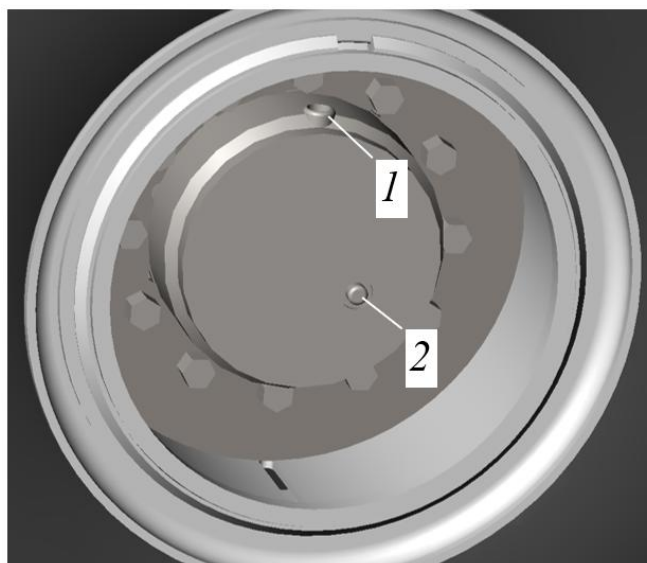

Рисунок 5.64. Положение редуктора для контроля уровня масла
- Двигая машину назад и вперед установить колесный редуктор в положение, когда сливная пробка 1 будет размещена сверху на 12 часов, см. рис. 5.64, пробка для контроля уровня масла поз. 2 будет размещена сбоку справа.
- Выкрутить пробку для контроля уровня масла поз. 2, рис. 5.64. Нормальным считается уровень, когда масло находится на уровне нижней кромки отверстия или слегка вытекает из него.
В случае, если уровень масла меньше нормы, необходимо долить масло через отверстие поз. 1, рис. 5.64.